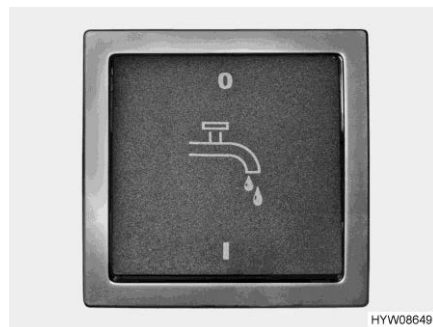

Fig. 185 Interruttore (pompa dell'acqua)
- ▷ Prima di poter utilizzare le rubinetterie dell'acqua, è necessario inserire l'alimentazione a 12 V sul pannello di controllo e la pompa dell'acqua dall'interruttore (Fig. 185). In caso contrario la pompa dell'acqua non funziona.